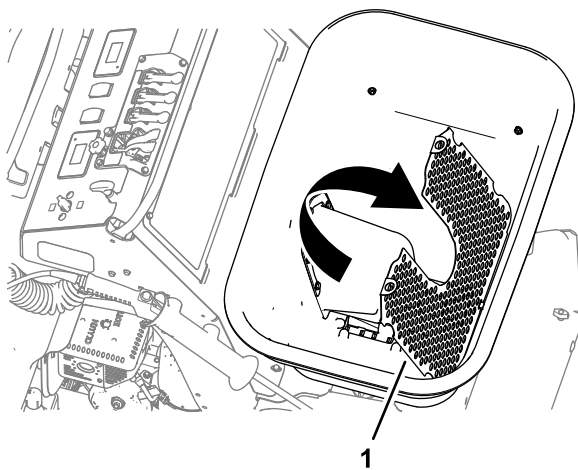

図 61
5. ホッパー底部のスクリーンを前方に傾けてホッパー下部を洗浄する 図 61。